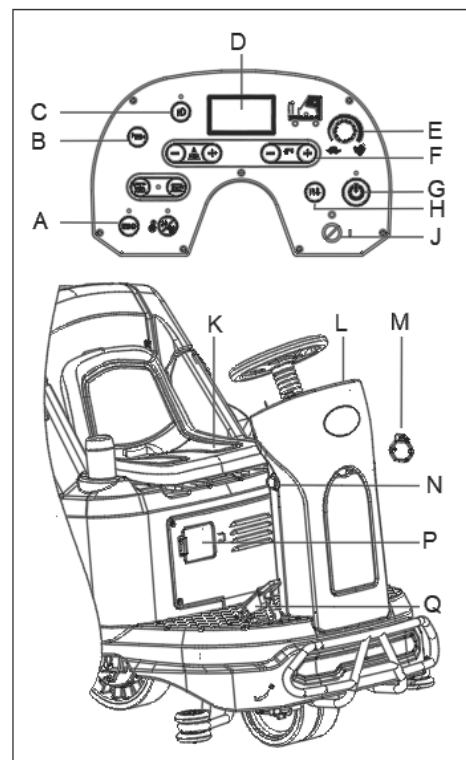

Figure 13
2. S'asseoir sur le siège (K Figure13), insérer la clé de contact (J Figure13) et la tourner sur « I ». Contrôler l'état des batteries à l'écran. Au besoin, charger les batteries (voir la procédure au chapitre Entretien).
Le sens avant/arrière peut être commandé avec le commutateur (H Figure13). La vitesse peut être réglée avec le dispositif de réglage (E Figure13).
4. Appuyer sur le bouton unique de démarrage (G, Figure13) pour démarrer la machine, la raclette et les brosses sont abaissées automatiquement jusqu'au sol et le moteur d'aspiration commence à fonctionner.
5. Presser les boutons de commande du débit de solution (F Figure13), si nécessaire, en fonction du type de nettoyage à effectuer.
6. Appuyer sur la pédale d'accélérateur (Q Figure13) et commencer le nettoyage.
7. Vous pouvez recharger votre téléphone ou tablette via le port de charge USB (M Figure13) lorsque la clé de contact (J Figure13) est tournée sur « I ».
8. Appuyer sur le bouton du klaxon (B Figure13) pour avvertir les gens en cas de besoin.
9. Si nécessaire, appuyer sur le bouton d'urgence (N Figure13) pour l'arrêt d'urgence de la machine.
10. Si nécessaire, appuyer sur le bouton des feux avant (C Figure13) pour les zones sombres ou pour avertir les piétons.
11. Si nécessaire, régler le siège (K Figure13) en tournant la poignée à droite du siège, puis glisser le siège dans la bonne position.
Le moteur de la brosse, le moteur d'aspiration, le moteur d'entraînement et le circuit de commande sont protégés par un limiteur de surcharge (P Figure13). Lorsqu'un limiteur de surcharge se déclenche, ne pas le réinitialiser immédiatement sans en connaître la cause profonde et s'assurer que le moteur a refroidi avant de le réinitialiser.
12. Relâcher la pédale d'accélérateur (Q Figure13), la machine s'arrête de fonctionner.
13. Appuyer sur le bouton unique de démarrage (G Figure13) pour arrêter les brosses et le moteur d'aspiration. Les brosses et la raclette sont automatiquement soulevées du sol. Le système d'aspiration se coupe au bout de quelques secondes.